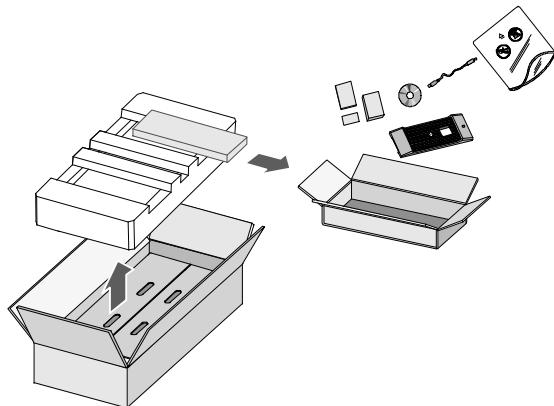

図2. システムの開梱
- 1 段ボール箱を開き、キャビネットと同梱の付属品を取り外します。（図2を参照）。